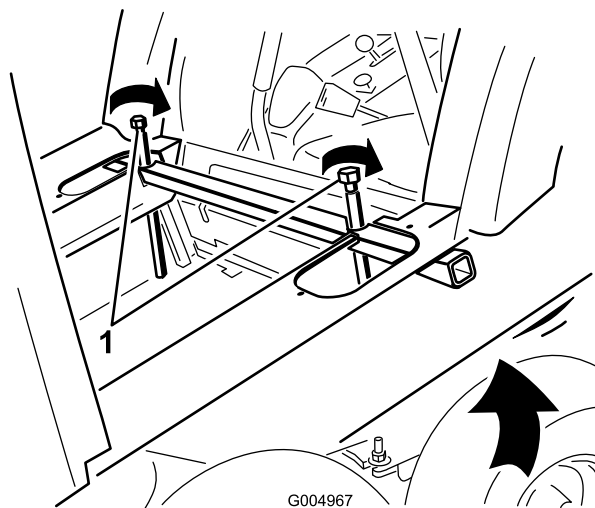

図 82
34. 左右のジャッキチューブについているジャッキボルト 図 82 を、交互に少しずつ締めこんでゆっくりとキャブの後部を持ち上げ、運転席の背もたれがキャブの下をクリアできるようにする。